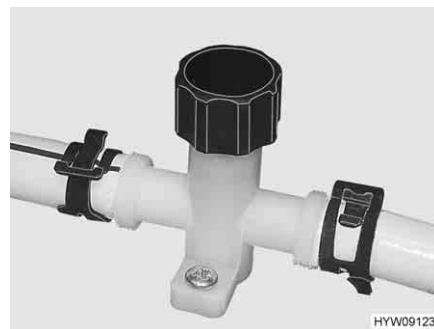
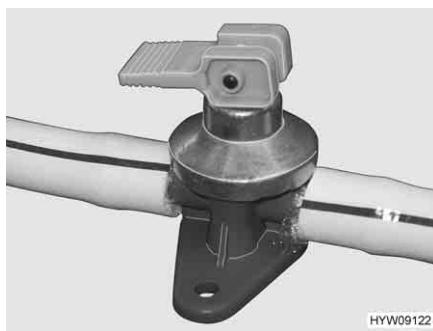

Fig. 198 Rubinetto di scarico (tubatura dell'acqua)
Fig. 199 Rubinetto di scarico (boiler Alde)
- Chiudere i rubinetti di scarico (Fig. 199 e Fig. 198). Chiudere i coperchi in senso orario oppure posizionare la leva a bilanciere in posizione orizzontale. L'ubicazione delle valvole di sicurezza/di scarico e dei rubinetti di scarico è riportata al paragrafo 10.6, alla fine di questo capitolo.